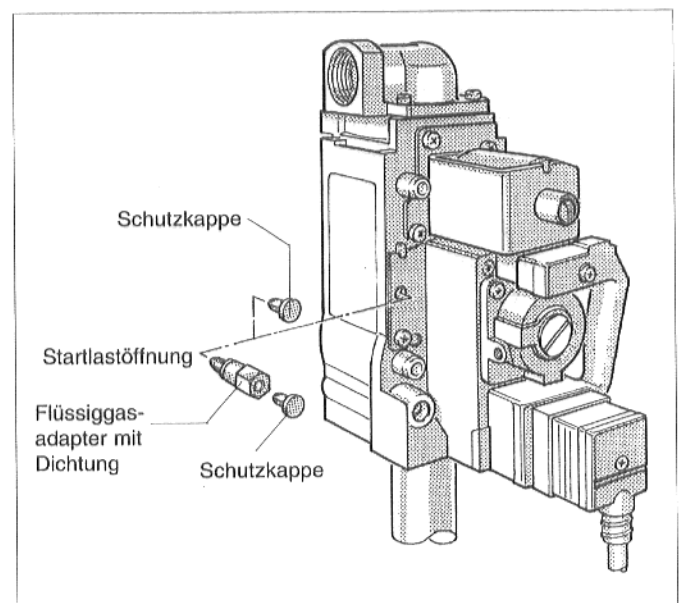

Abb. 52: Gasbrennerarmatur "Honeywell" VR 4601
- Bei Umstellung auf Flüssiggas Schutzkappe über der Startlastöffnung entfernen und Flüssiggasadapter mit Dichtung einschrauben. Sollte der Flüssiggasadapter nicht mit einer eigenen Schutzkappe versehen sein, Schutzkappe der Startlastöffnung auf den Flüssiggasadapter aufstecken (Abb. 52).
Bei Umstellung auf Erdgas Adapter herausdrehen und Schutzkappe auf Startlastöffnung aufstecken (Abb. 52).